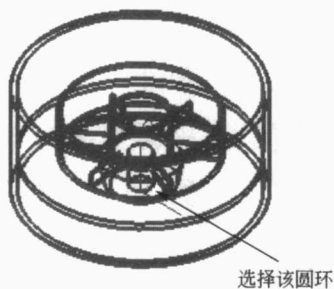

图 1-7 选择圆环
② 选择圆环, 指定圆环的中心作为参考点, 如图 1-7 所示。